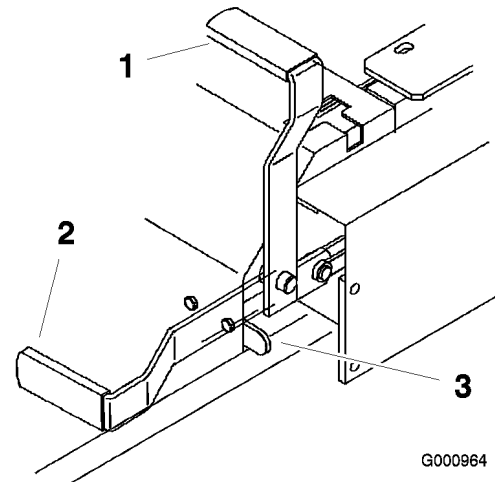

Figura 10
2. Alzate e tirate indietro la leva del freno di stazionamento per inserire il freno di stazionamento (Figura 10). La leva del freno di stazionamento deve restare saldamente in posizione d'inserimento.
Spingete in avanti e abbassate la leva del freno di stazionamento per rilasciare il freno di stazionamento (Figura 10). Il freno di stazionamento è disinserito e la leva poggia contro l'arresto del freno.